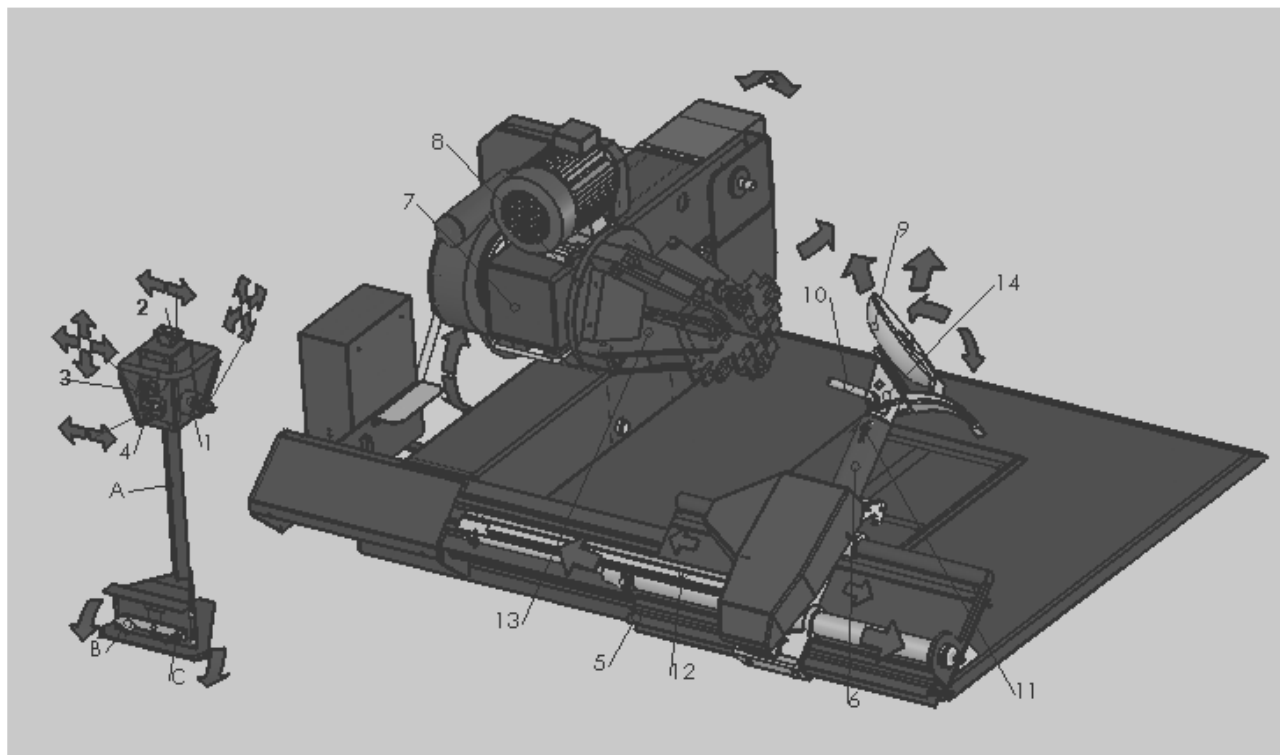
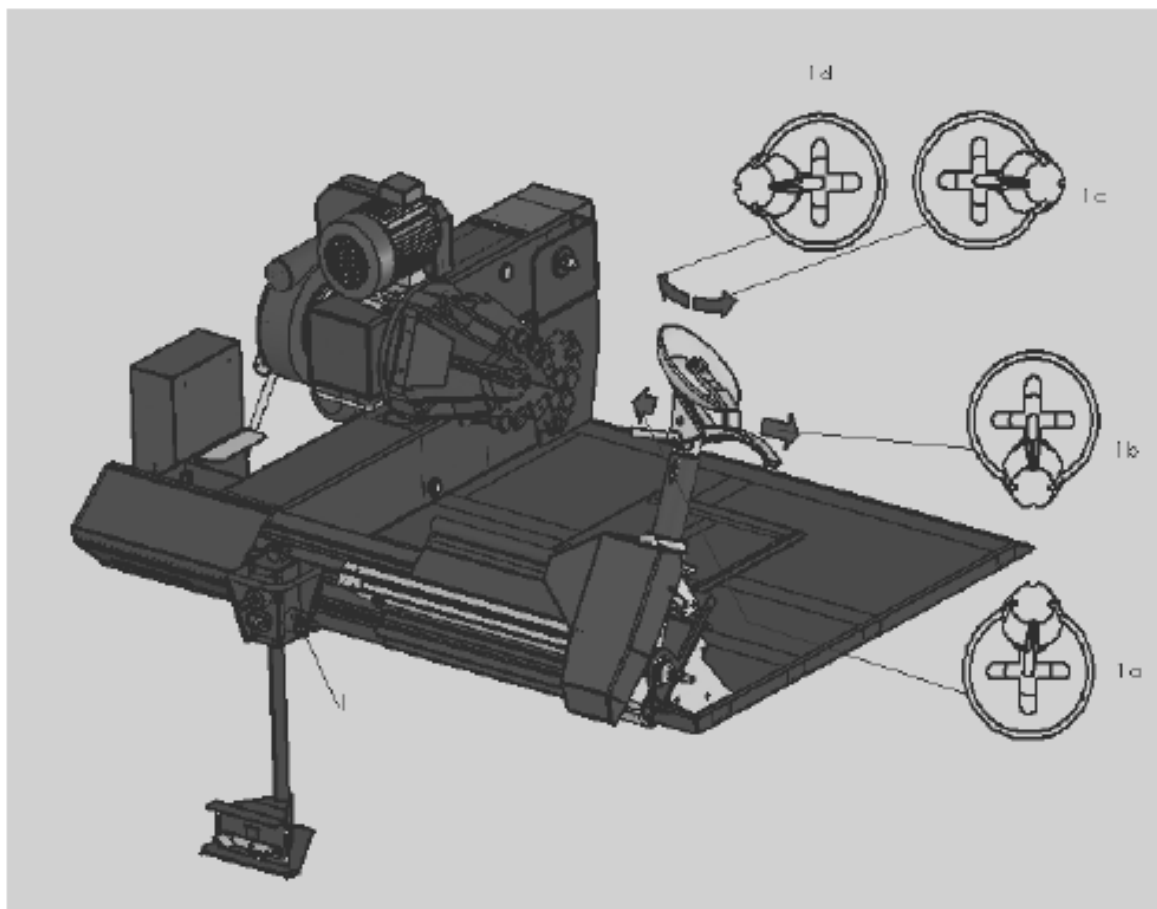

Рис. 23
Рис. 25
1. Проверьте, правильно ли перемещается механический рычаг (6) и монтажная головка (9) (рис. 23 и рис. 25).
- Потяните вверх переключатель (1) (рис. 25 1a), механический рычаг должен подняться.
- Потяните вниз переключатель (1) (рис. 25 1b), механический рычаг должен опуститься.
- Потяните переключатель (1) вправо (рис. 25 1c), монтажная головка инструмента должна повернуться против часовой стрелки на 180°.
- Потяните переключатель (1) влево (рис. 25 1d), головка инструмента должна повернуться по часовой стрелке на 180°.
- Потяните вправо переключатель (2) (рис. 23), рычаг должен переместиться вправо.
- Потяните влево переключатель (2) (рис. 23), рычаг должен переместиться влево.
2. Проверьте правильность движения каретки (5) и кронштейна (7) (см. рис. 23)
- Потяните переключатель (3) влево, каретка переместится влево.
- Потяните переключатель (3) вправо, каретка переместится вправо.
- Потяните вверх переключатель (3), кронштейн переместится вверх.
- Потяните вниз переключатель (3), кронштейн переместится вниз.
3. Проверьте правильность работы зажимного патрона (рис. 23).
- Потяните переключатель (4) влево, патрон откроется.
- Потяните переключатель (4) вправо, патрон закроется.
Зажимной патрон с 4 кулачками может фиксировать любой обод диаметром от 14 до 56 дюймов. Для обода диаметром 42-56 дюймов есть 4 удлинителя, которые можно закрепить на зажиме (см. рис. 9). Для колеса диаметром менее 800 мм и длины больше 1500 мм, следует вставить штифт во второе отверстие. (см. положение 11 на рис. 23)